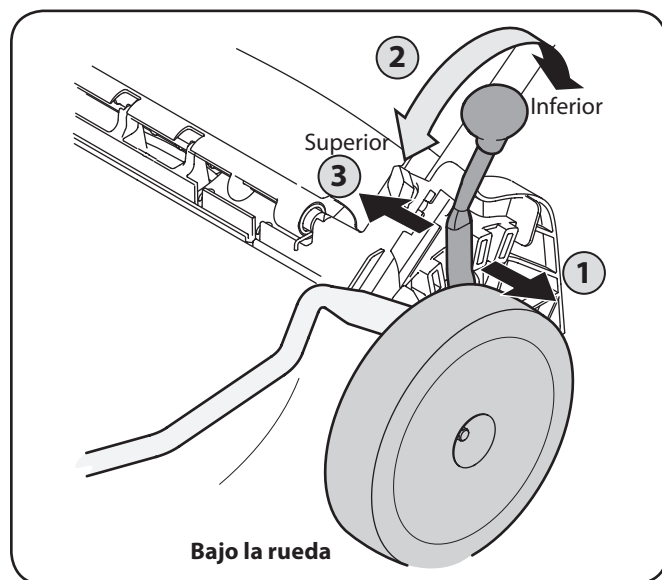

Figura 3-10
2. Muévela a cualquier de las posiciones para la altura de corte deseado. Vea Figura 3-10.